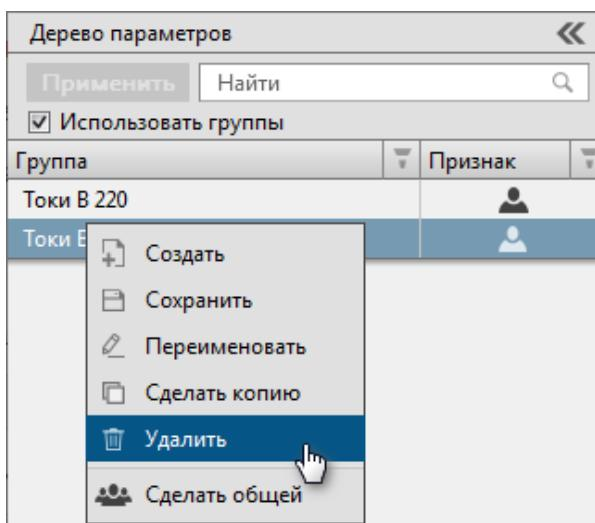

Рисунок 34 - Удалить
1. Нажмите ПКМ по выбранной группе сигналов и выберите команду Удалить (Рисунок 34).